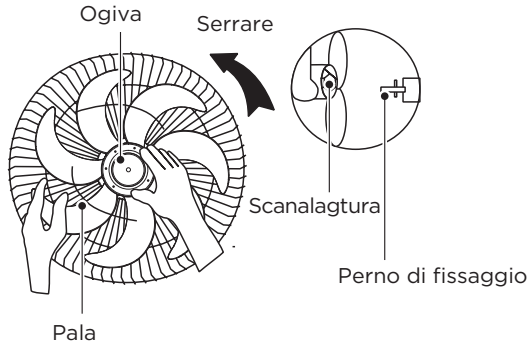

Fig.6
- 2** Inserire la pala nell'albero e assicurarsi che il perno dell'albero del rotore sia inserito nella scanalatura della pala. Ruotare l'ogiva in senso antiorario per serrare la pala.. (Fig. 6)